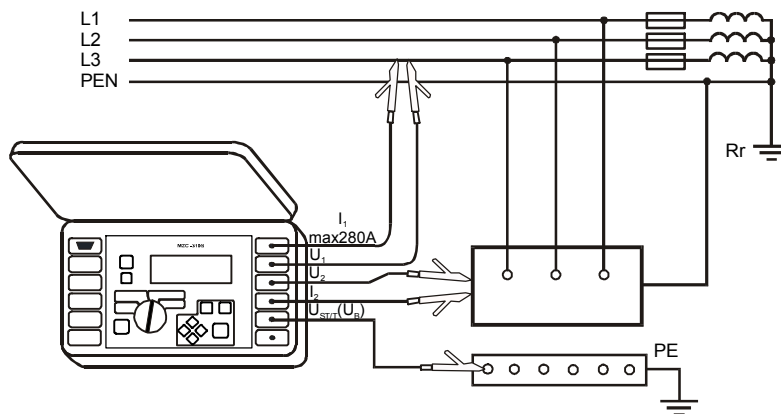
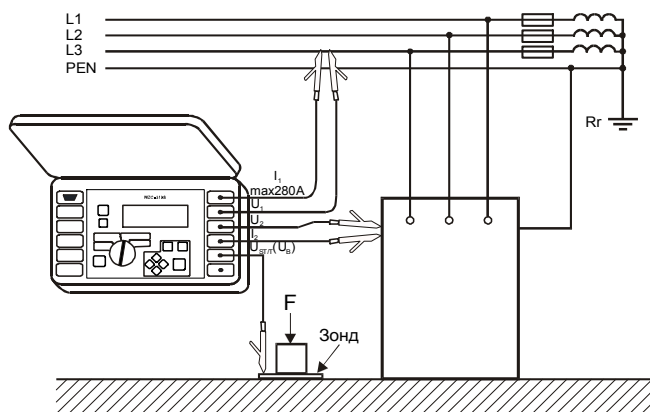

Рис.18. Измерение напряжения прикосновения U_{ST}
Рис.19. Измерение поражающего напряжения прикосновения U_T
При установленной функции измерения параметров петли короткого замыкания (2р либо 4р) прибор измеряет напряжение и частоту сети изложенным в пункте 7.6. способом. Их значение отображается внизу экрана. Индекс, обозначающий напряжение U указывает на вид измеряемого напряжения фазное - U_{LN} , межфазное - U_{LL} , либо значение напряжения превышает границы, в случае измерений согласно Рис.19. - U_T . Те же самые правила отметки касаются напряжения, отмеренного во время измерения полного сопротивления петли короткого замыкания.
- Подсоединить измерительные провода согласно Рис.18 для U_{ST} либо согласно Рис.19 для U_T
Измерение поражающего напряжения прикосновения U_T происходит после коммутации в измерителе резистора значением 1 кОм между зажимами U_2 и $U_{ST/T}$ (U_B). Резистор показывает сопротивление человека, а зажим $U_{ST/T}$ (U_B) соединяется с электродом (зондом), имитирующим ступни человека на основании полов помещения (Рис.19).